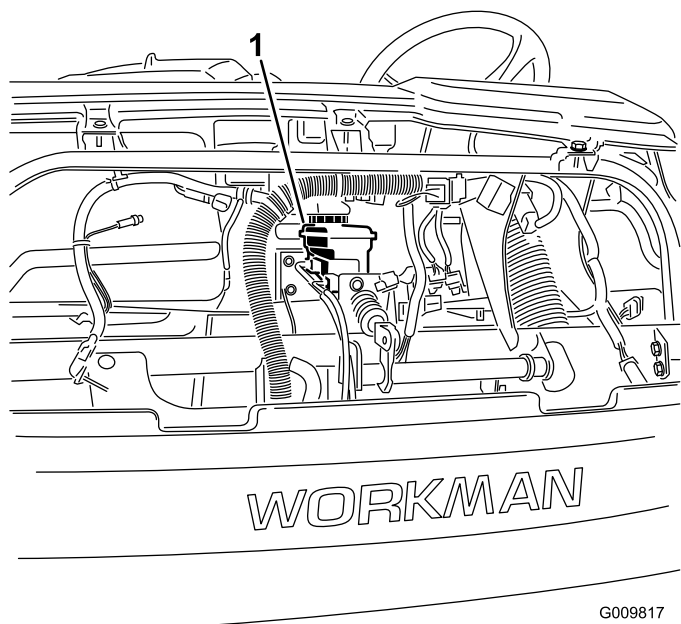
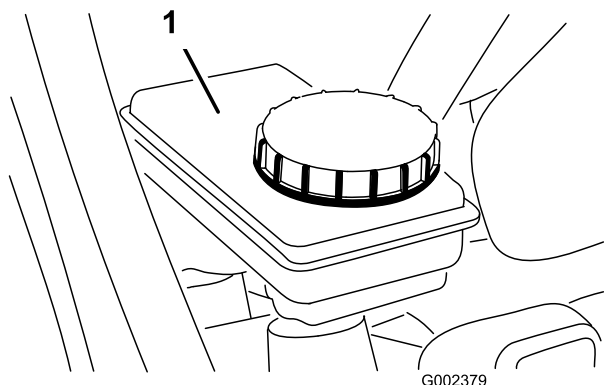

図 26
図 27
3. ブレーキオイルタンク内の液量を点検する 図 26 と 図 27。
- タンクのキャップの周囲をきれいに拭く 図 27。
- タンクからキャップを外す 図 27。
- タンクの FULL マークまで液を追加する 図 27。
- キャップを取り付ける 図 27。